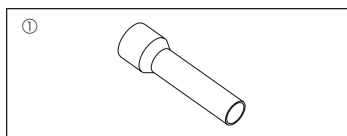

Fig. 1-1
1.6. Tilbehør til udvendig enhed (Fig. 1-1) (SW160, 200)